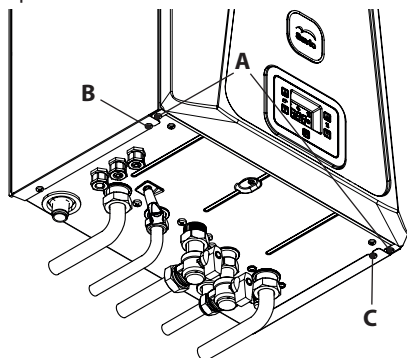
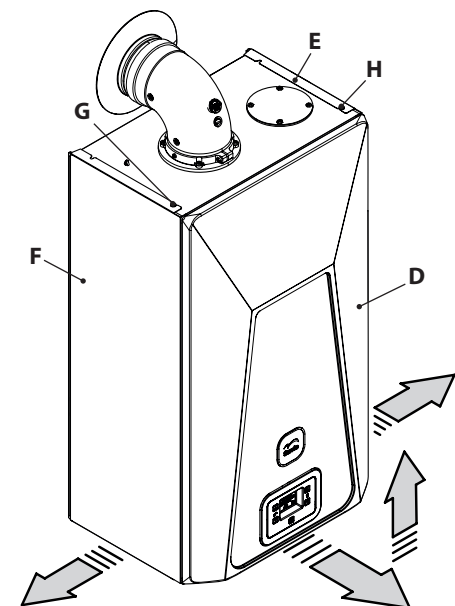

Figura 9.7
Figura 9.8
- Svitare le viti **A** e rimuovere il pannello frontale **D** tirandolo a sé e quindi spingendolo verso l'alto in modo da liberarlo dalle sedi superiori (Figura 9.7 e Figura 9.8).
Allentare le viti **B, C, G** e **H** in Figura 9.7 e togliere i due pannelli laterali **E** e **F** tirandoli verso l'esterno.